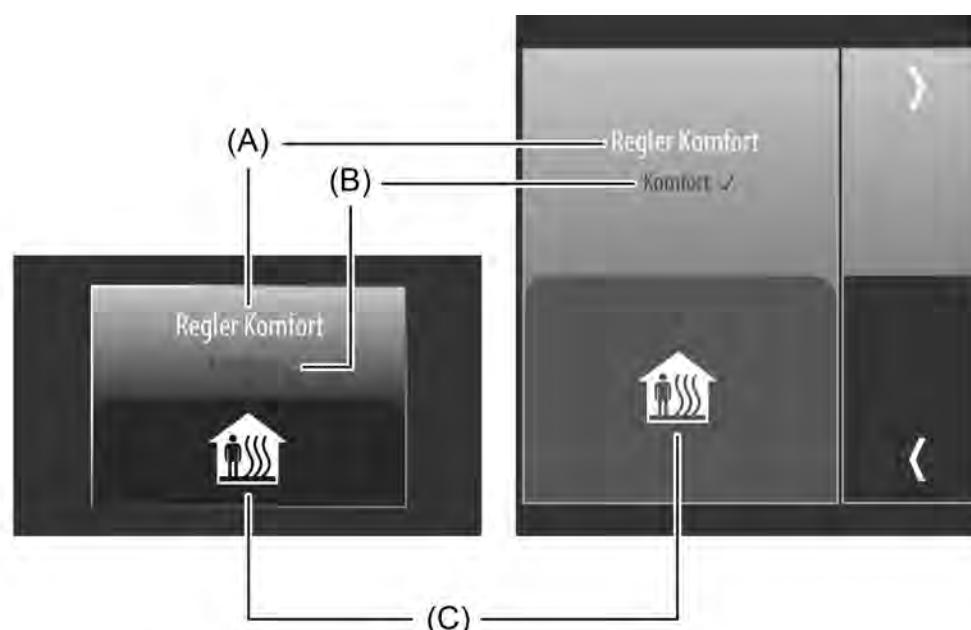

Bild 44: Beispiel für Bedien- und Anzeigeelement der Kanalfunktion
Der Anzeigebereich enthält verschiedene Darstellungselemente (Bild 44), die durch ETS-Parameter beeinflusst werden. Jedem KNX Kanal kann in der ETS eine Bezeichnung vergeben werden (A). Diese Text-Bezeichnung wird im Anzeigeelement zentriert zur Anzeige gebracht, wodurch steuerbare KNX Funktionen für den Anwender kenntlich gemacht werden. Die Bezeichnung sollte so gewählt werden, dass dem Anwender verdeutlicht wird, welcher Betriebsmodus bei einer Bedienung beim Regler abgerufen wird (z. B. "Regler Komfort"). Zusätzlich kann unterhalb der Bezeichnung ein Statustext (B) eingeblendet werden, der abhängig vom Betriebsmodus des integrierten Raumtemperaturreglers unterschiedliche Texte im Display visualisiert ("Komfort", "Standby", "Nacht", "Frost-/Hitzeschutz", "Präsenztaste"). Das Anzeigeelement zeigt unmittelbar hinter dem Statustext ein ✓, wenn der Regler den durch die Sensorflächen ausgewählten und vorgegebenen Betriebsmodus gültig übernommen hat. Auf diese Weise kann der Anwender identifizieren, ob der von ihm gewünschte Betriebsmodus tatsächlich auch eingestellt wurde. Erscheint ✓ auch ca. 2 Sekunden nach der letzten Bedienung nicht, hat der Regler die Vorgabe nicht direkt übernommen. Er arbeitet dann in der Regel in einem Betriebsmodus mit höherer Priorität (z. B. Fensterstatus oder KNX Zwang).